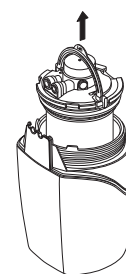

Fig. 38
6. **Levante la manija** del soporte. **Levántela** para sacar el soporte y el cartucho anexo (Fig. 38).